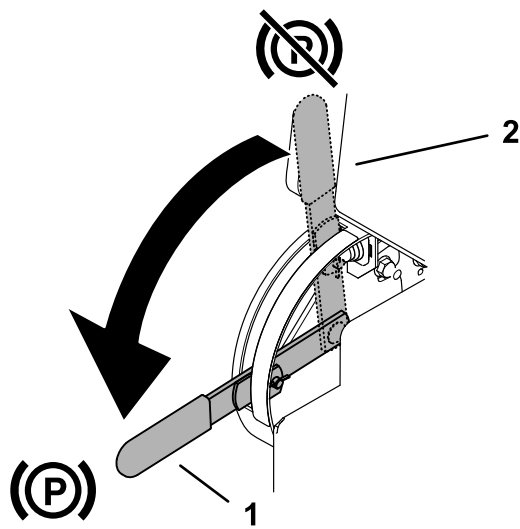

Bild 5
- Drehen Sie den Hebel nach unten, um die Feststellbremse zu aktivieren (Bild 5).
- Drehen Sie den Hebel nach oben, um die Feststellbremse zu lösen (Bild 5).